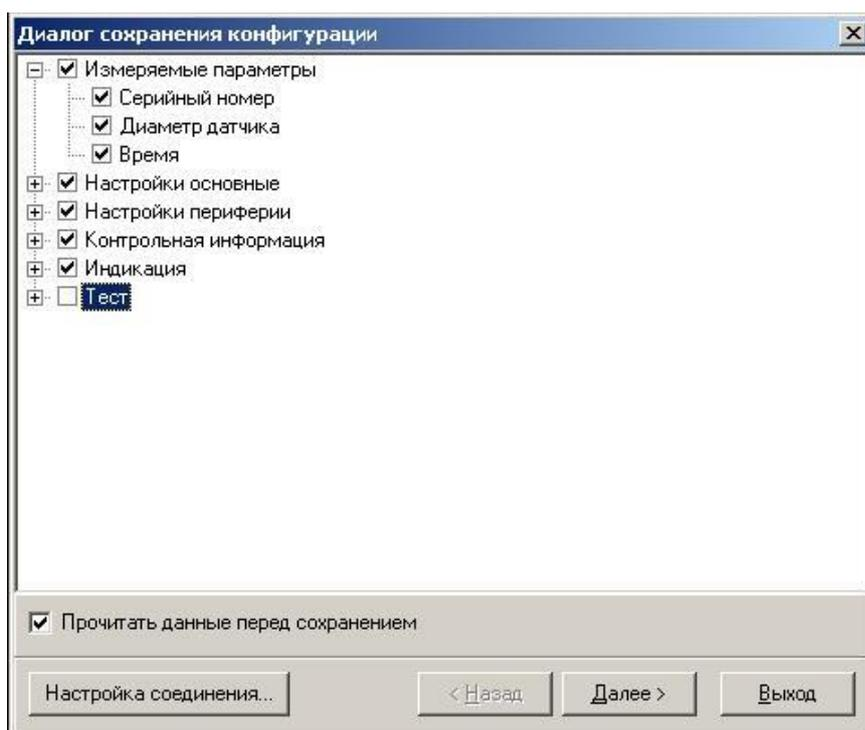

Рис.28. Окно «Диалог сохранения конфигурации».
- в открывшемся окне «Диалог сохранения конфигурации» выбрать набор параметров, которые будут прочитаны из прибора, установить флаг «Прочитать данные перед сохранением» и нажать кнопку «Далее», дождаться окончания считывания (рис.28).